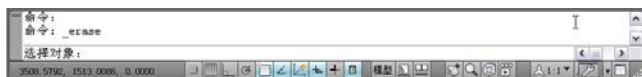

图 5.32 【删除】命令行
- 选择上面任何一种命令后，并在命令行显示如图 5.32 所示。